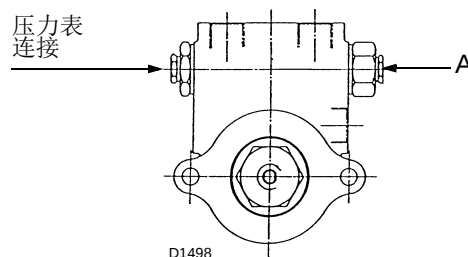

图 26
- a) 油泵输油压力: 旋转油泵上的螺丝 A)(图 26), (参照第 8 页图所示调节压力)。